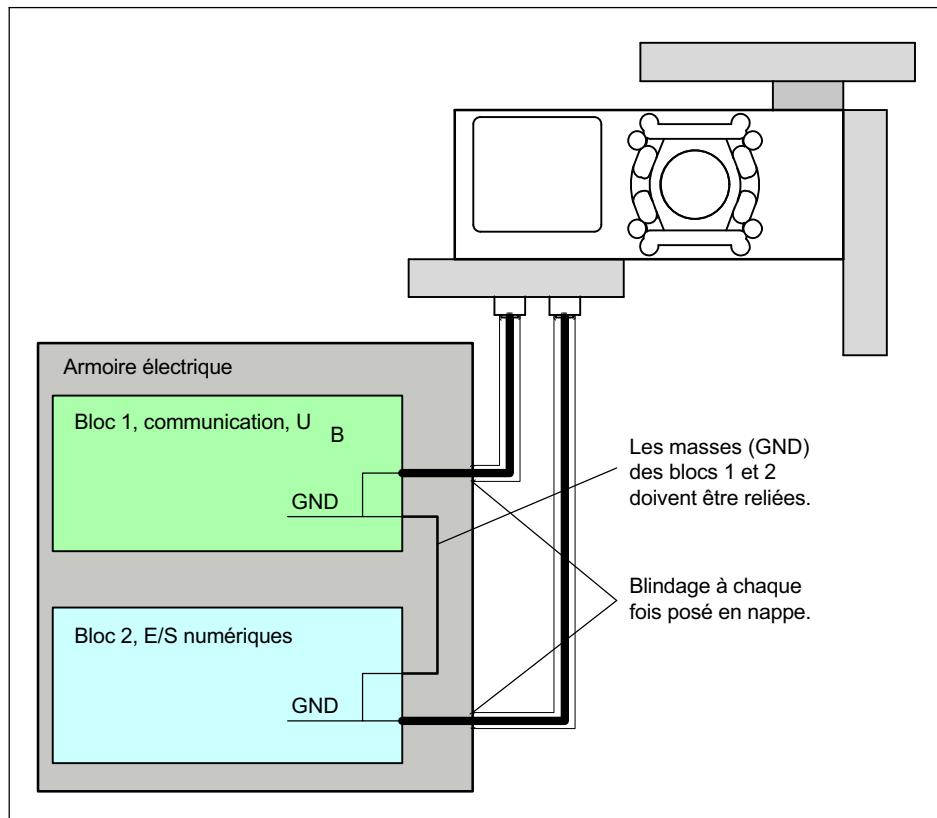

Fig. 7.2 Raccordement des potentiels GND en cas de montage dans une même armoire
2. Les deux blocs fonctionnels se trouvent dans la même armoire électrique (Fig. 7.2).
En cas de montage de tous les blocs fonctionnels dans une même armoire électrique (Fig. 7.2 page 20), s'assurer que les potentiels GND des deux blocs sont reliés.